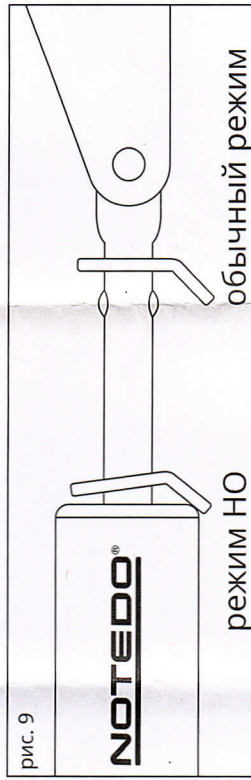

рис. 9
8) Для удержания двери в открытом положении HO переместите фиксатор 7 по штанге доводчика на необходимое расстояние (рис. 9). Отключить удержание двери в открытом положении - передвинуть фиксатор по штанге за проушины.